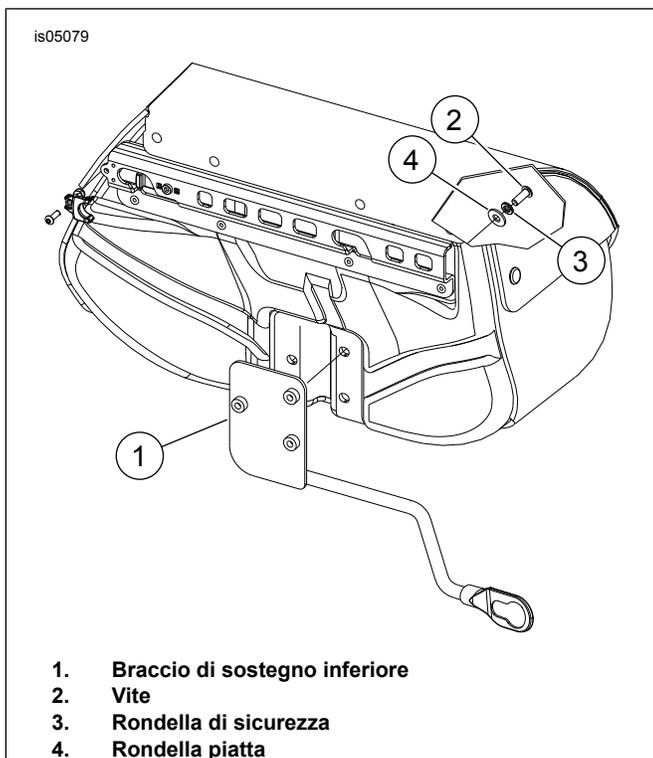

Figura 6. Installazione del braccio di sostegno inferiore
1. Vedere Figura 6. Installare sulla borsa portapacchi il braccio di sostegno inferiore sinistro. Applicare Loctite 243 – blu alle filettature delle viti (2). Installare in modo lasco il braccio di sostegno inferiore (1) sulla borsa portapacchi usando le viti (2), le rondelle di sicurezza (3) e le rondelle piatte (4). Il braccio inferiore (1) si fissa all'esterno della parte posteriore della borsa portapacchi. La bulloneria fissa il braccio dalla parte interna della borsa portapacchi.
2. Serrare a mano le viti (2). Saranno serrate a fondo durante l'installazione della borsa portapacchi.